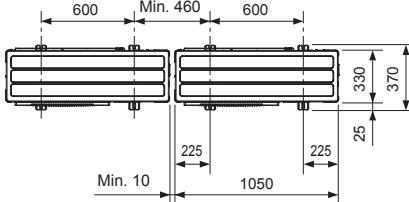

Fig. 3-1
- Bien installer l'appareil sur une surface solide et de niveau, de façon à éviter tout bruit de crêcelle pendant le fonctionnement. (Fig. 3-1)